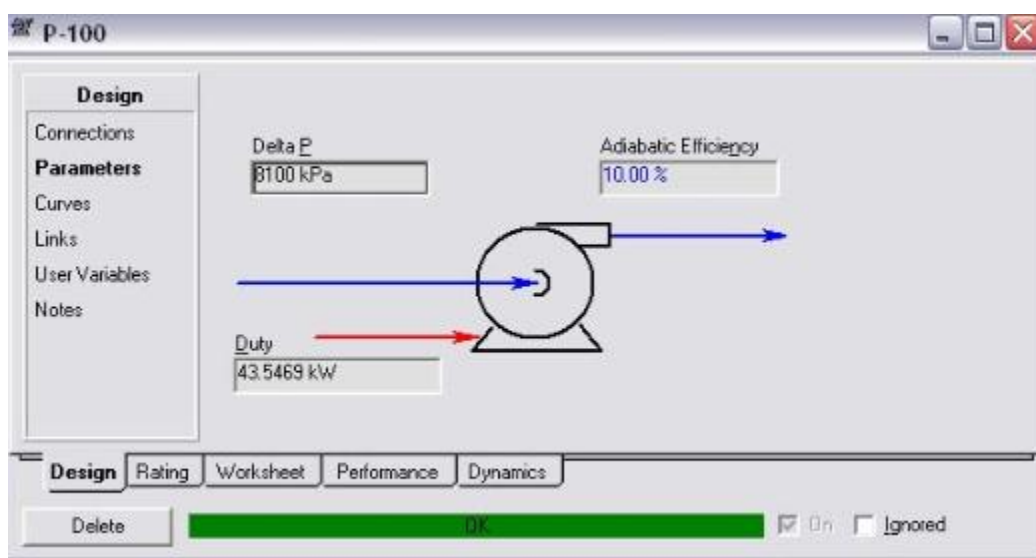

Fig.IV.5
**Design | Parameters**→Fig.IV.5 | Dans la case **Adiabatic efficiency** Changer 75% par 10 %,